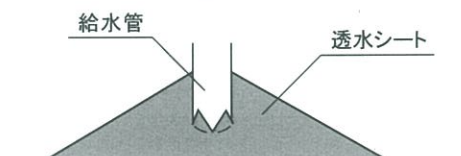

図4
8. 透水シート(黒布)⑥を仕切板の上に敷きます。給水管部分には十字の切れ目があらかじめ入っています。(図4)